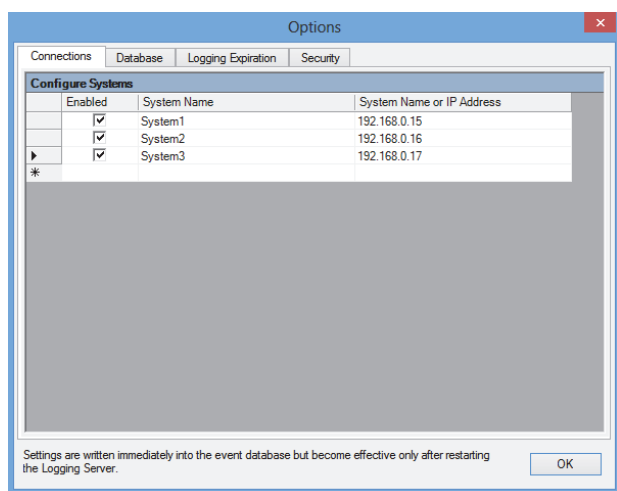

figura 58.10: Eliminar um sistema (2)
- 2 No teclado do PC no qual o *Logging Server* está a ser executado, prima a tecla *Del*. O sistema é retirado da lista (consulte um exemplo na figura 58.10).